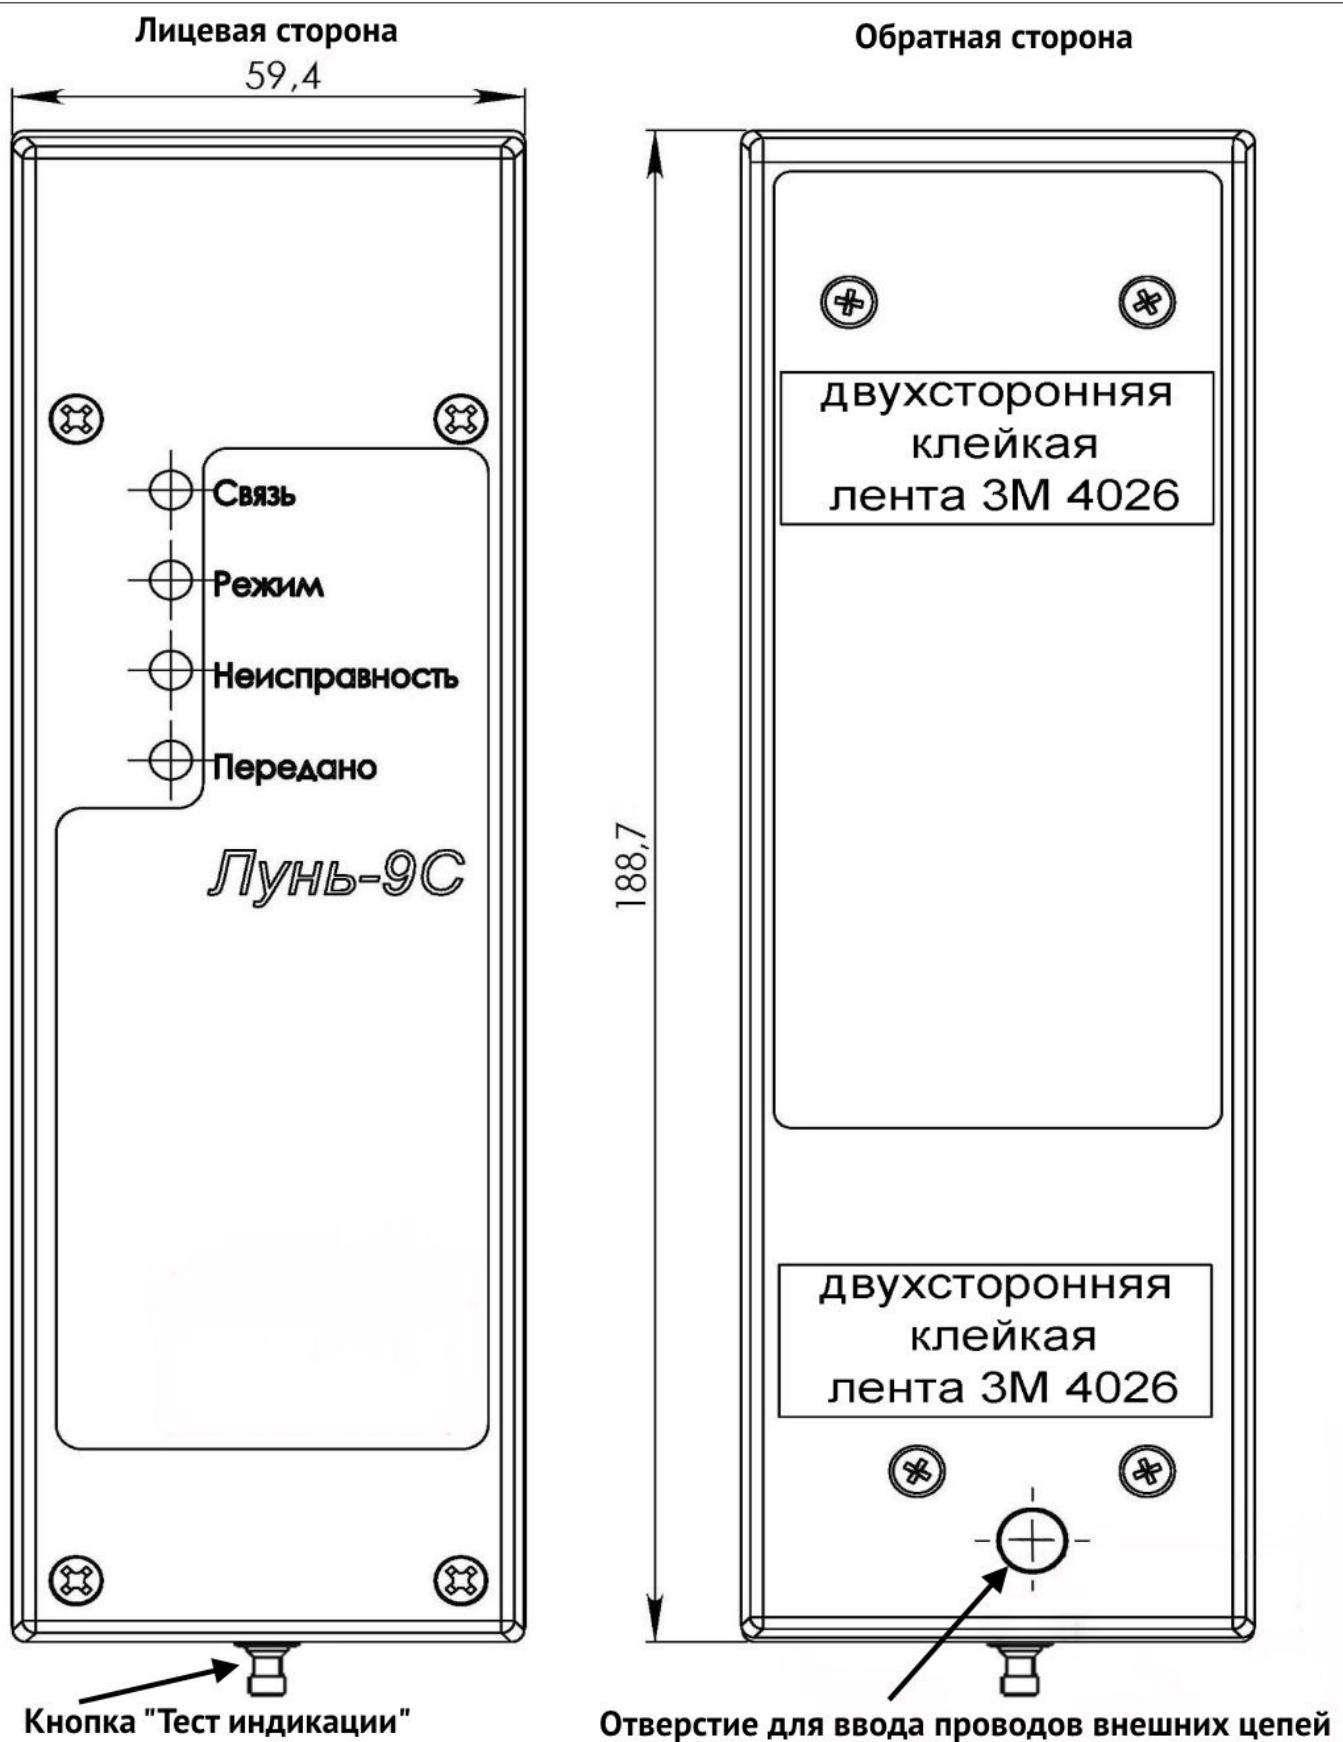

Рисунок 1. Внешний вид изделия
Изделие оборудовано следующими светодиодными индикаторами (см. рисунок 1):
4. Закрепить основание корпуса изделия на корпусе ППКП (ППКОП) с помощью двухсторонней клейкой ленты 3M 4026, уже установленной на тыльной стороне корпуса изделия. Если клейкая лента не установлена на корпусе изделия, то установить ее самостоятельно, используя комплект поставки изделия. Для этого разрезать прилагаемую ленту на две равные части (длиной по ~50мм), снять защитную пленку с одной стороны каждого куска ленты и приклеить ленту на предварительно обезжиренную тыльную сторону корпуса изделия (см. рисунок 1). Далее обезжирить места будущего прилегания клейкой ленты к корпусу ППКП, снять с ленты защитную пленку (в двух местах) и установить изделие на место. Рекомендованная температура, при которой наиболее эффективно клеится лента – от +20°C до +40°C.